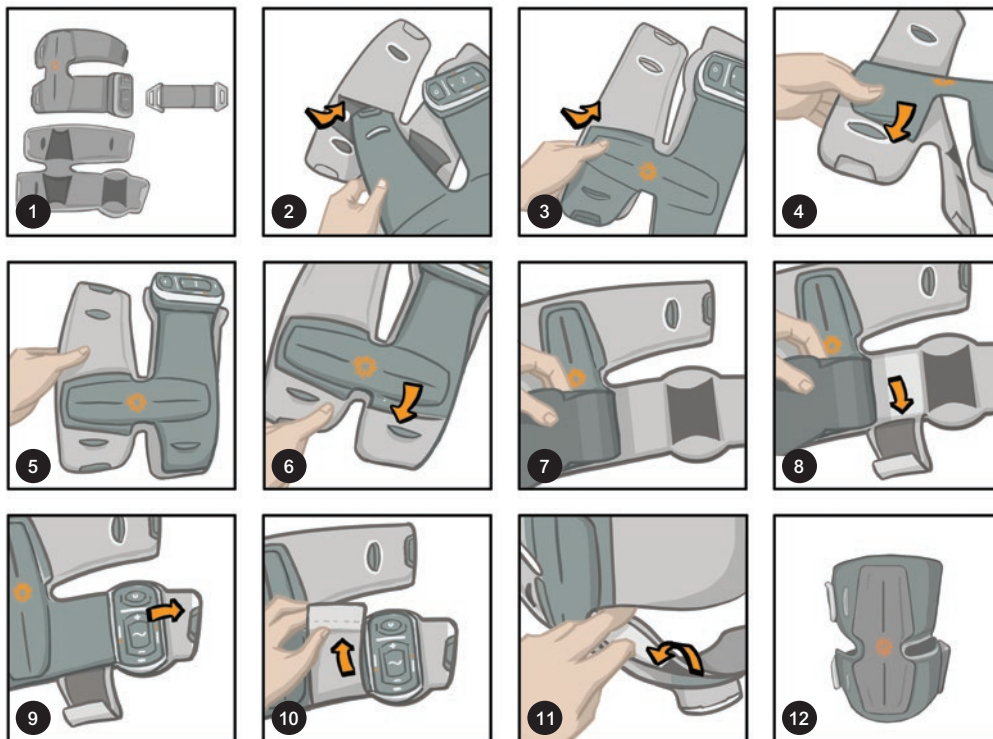

Figure 8-15 : Fixation de la protection de manchon à cuisse pour usage domestique
1. Insérez d'abord le panneau supérieur du manchon à cuisse dans la protection, puis fixez la poche en Velcro autour du panneau inférieur. Reportez-vous à la figure 8-15.